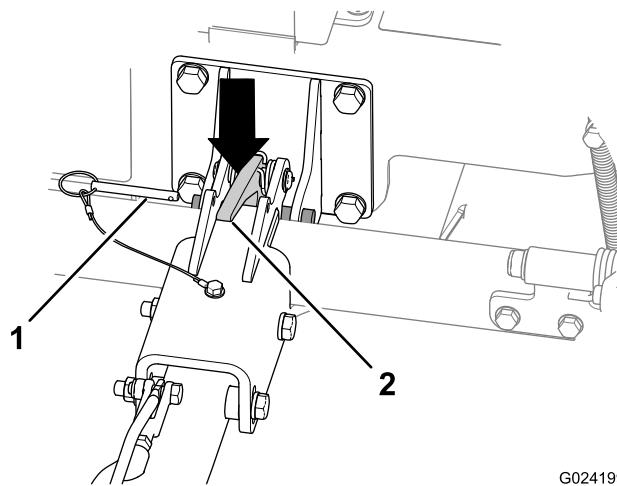

Figura 22
| 4. Empurre o trinco do engate para desengatar o engate (Figura 22). | |
2. Retire o pino de bloqueio (Figura 22).